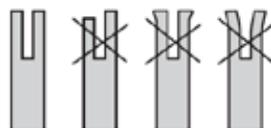

Fig. 49
5. Vérifier le « rail » du guide chaîne pour en détecter l'usure: Tenez une règle (d'un côté bien droit) contre le côté du guide de chaîne et des « plaques latérales des dents ». S'il y a un écart entre la règle et le guide chaîne le « rail » est normal. S'il n'y a aucun trou (la règle se retrouve contre le côté du guide de chaîne) le « rail » du guide chaîne est usé et doit être remplacé par un nouveau du même type (Fig. 49).